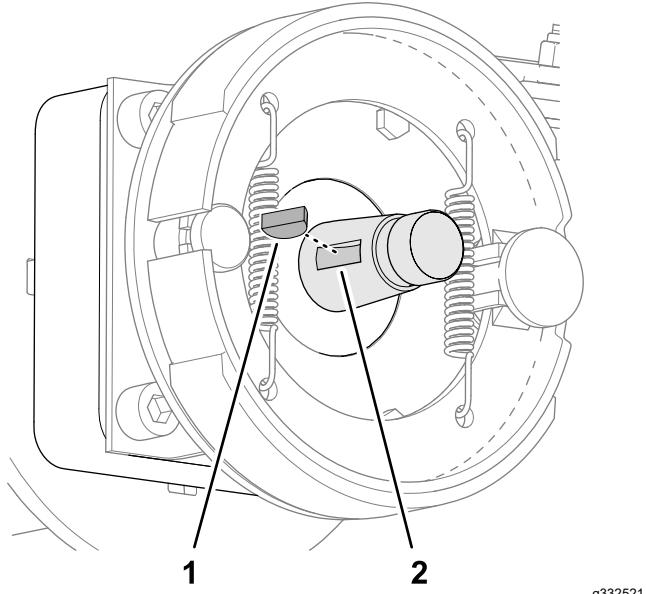

Bild 85
- Führen Sie die Passfeder in die Nut der Radmotorwelle ein (Bild 85).